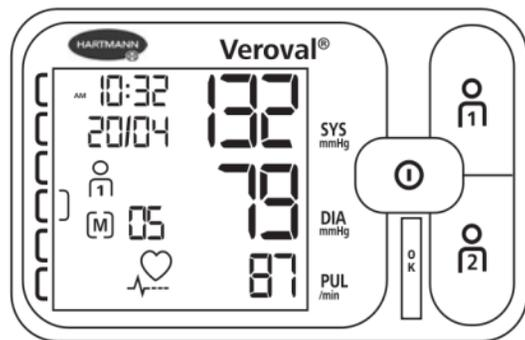

fig. 1
- Alla fine della misurazione, sul display compaiono contemporaneamente il valore della pressione sanguigna sistolica e diastolica, e, sotto, la frequenza del polso (vedi fig. 1).